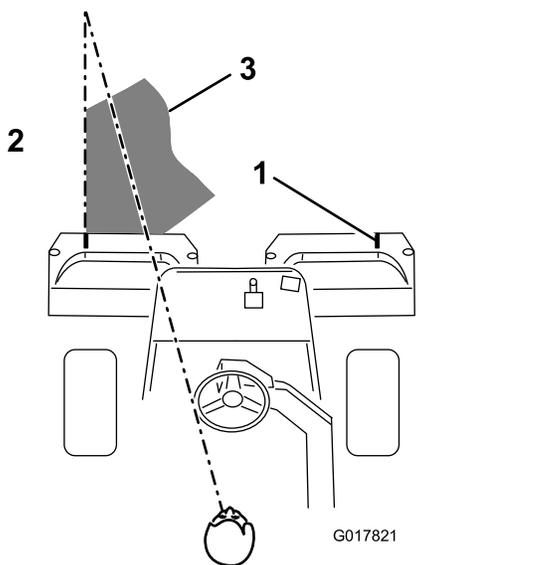

Рисунок 41
**Примечание:** Чтобы облегчить движение по полю строго по прямой и сохранять одинаковое расстояние от края предыдущей скошенной полосы, создайте на расстоянии примерно 1,8-3 м перед машиной воображаемый ориентир на краю нескошенной части поля (Рисунок 41).
Некоторым операторам удобно использовать как часть ориентира наружный край рулевого колеса, т.е. удерживать край рулевого колеса совмещенным с точкой, которая всегда находится на одном и том же расстоянии от переднего края машины (Рисунок 41).